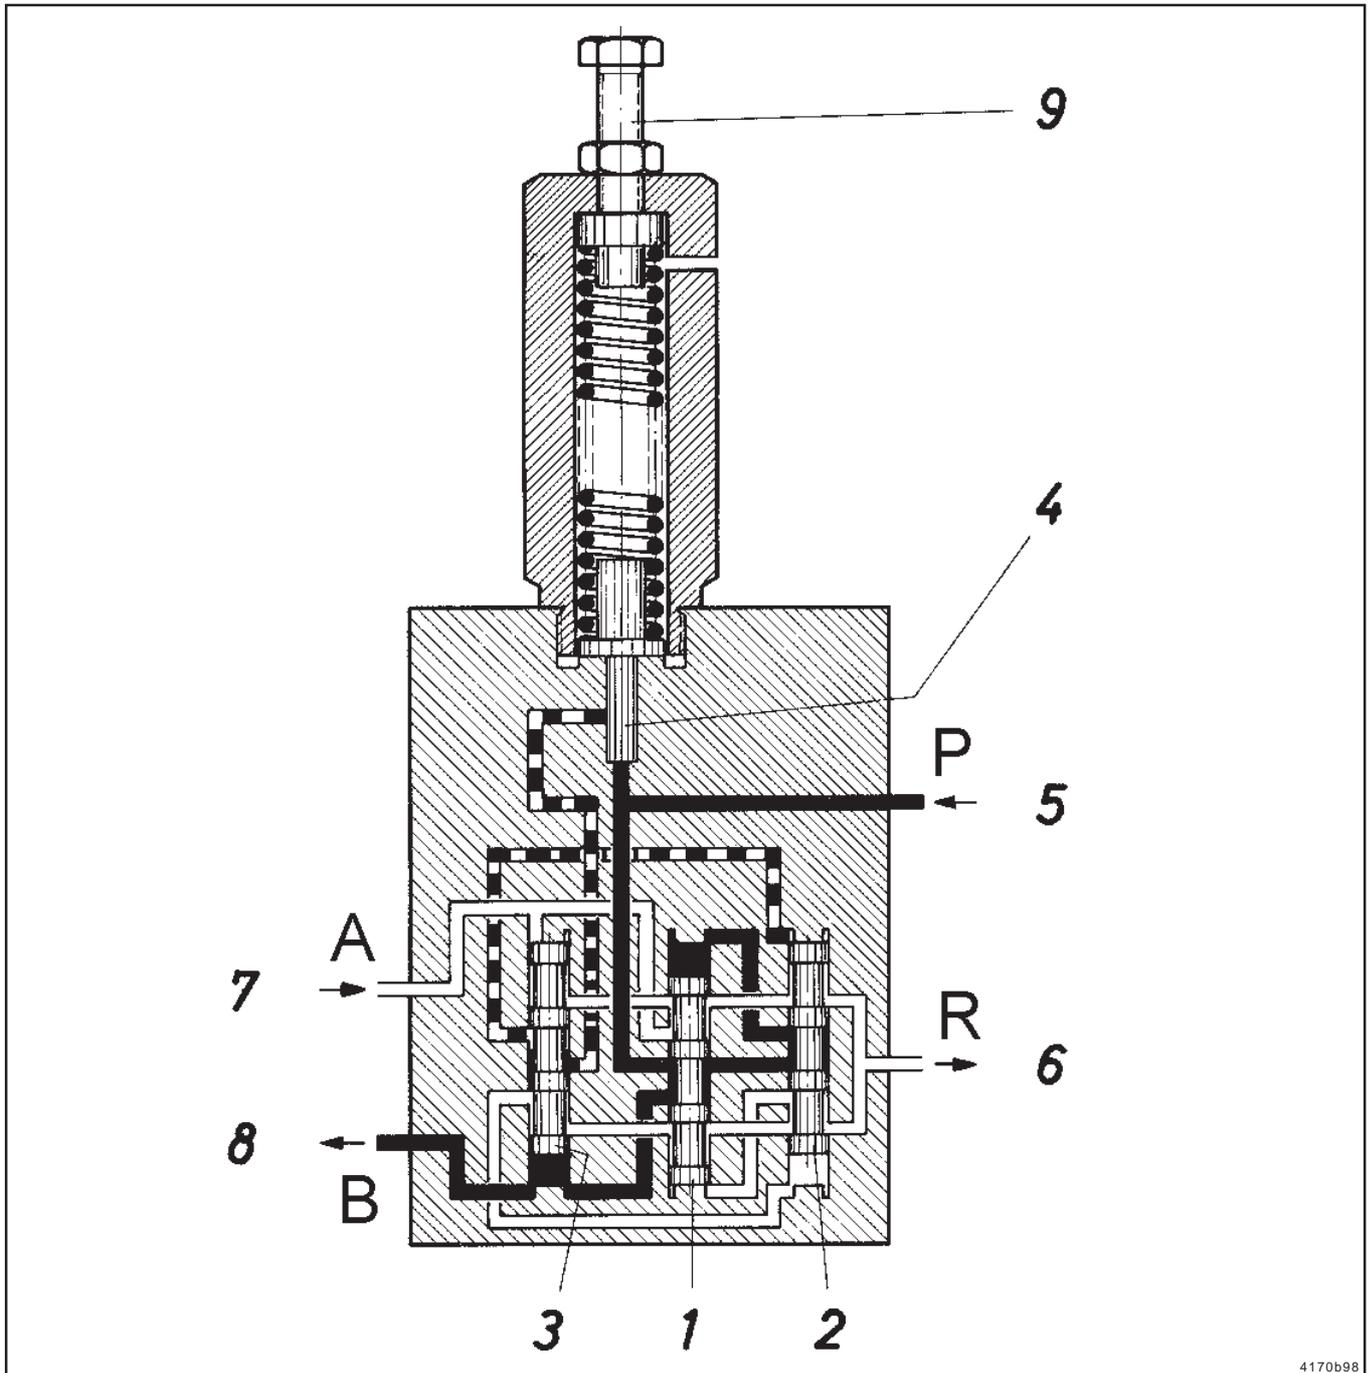

Abb.2: Funktion der Umsteuerung DU1
Beim Ansteigen des Drucks in der Hauptleitung (8) wird Schaltkolben (3) nach oben geschoben (Bild 2).